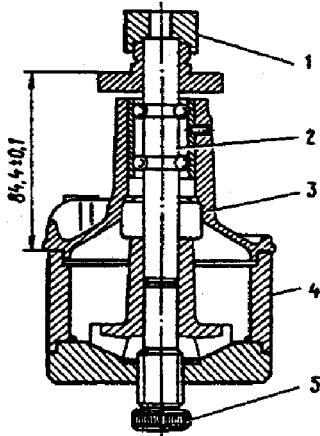

Fig. 2-65. Montagem do cubo da polia: 1 - apoio; 2 - eixo da bomba; 3 - tampa do corpo da bomba; 4 - suporte; 5 - parafuso posicionador.
4. Pressar o cubo da polia no eixo da bomba, com o auxílio do dispositivo A.60430 (fig. 2-65), de modo a que seja mantida a dimensão de $84,4 \pm 0,1$ mm.